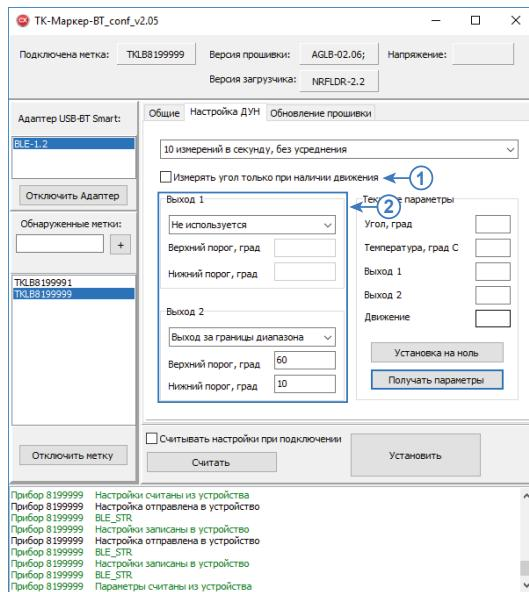

Рис.12. Настройка выходов.
**Измерять угол только при наличии движения (Рис.12, п.1)** – опция разрешает измерение угла наклона механизма, а также контроль пороговых значений только во время движения этого механизма. Факт движения определяется внутренним акселерометр беспроводной метки.
## **Режим работы виртуальных выходов (Рис.12, п.2)**
Для настройки Выхода 1 перейдите в раздел «Выход 1». Для настройки режима Выхода 2 перейдите в раздел «Выход 2» (**Рис.12, п.2**).